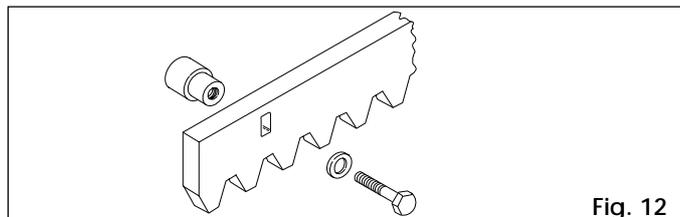

Fig. 12
4.4.1. CRÉMAILLÈRE EN ACIER À SOUDER (Fig.12)